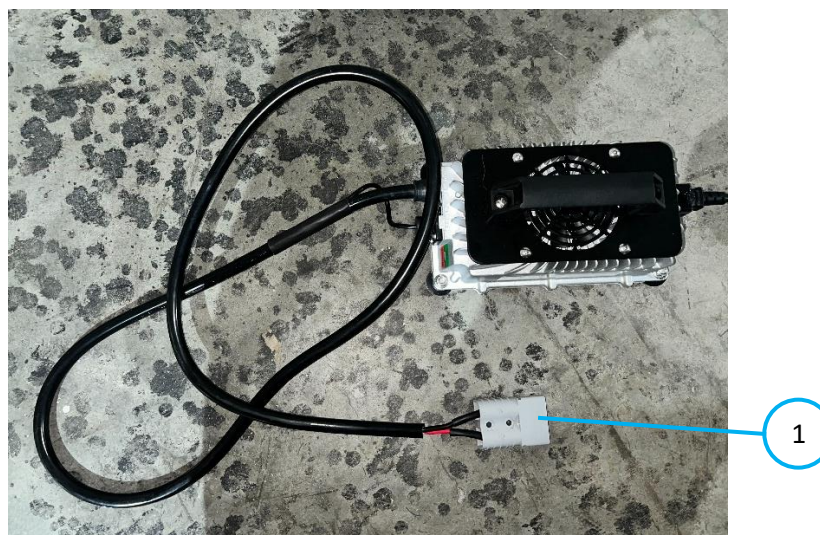

Fig. 2
3. Saisissez le port du câble des piles et branchez-le dans le port du chargeur (Fig. 2 - 1). Le câble doit être bien ajusté ; il faut un peu de force pour l'insérer..